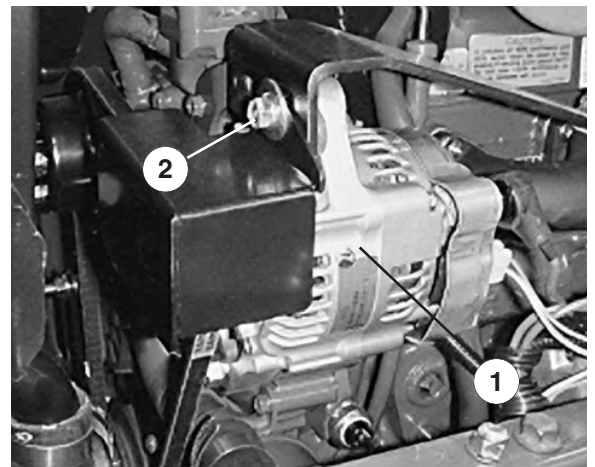

Bild 31
2. Bei einwandfreier Spannung lässt sich der Riemen 10 mm durchbiegen, wenn eine Kraft von 4,5 kg auf halbem Weg zwischen den Riemenscheiben angesetzt wird (Bild 31).